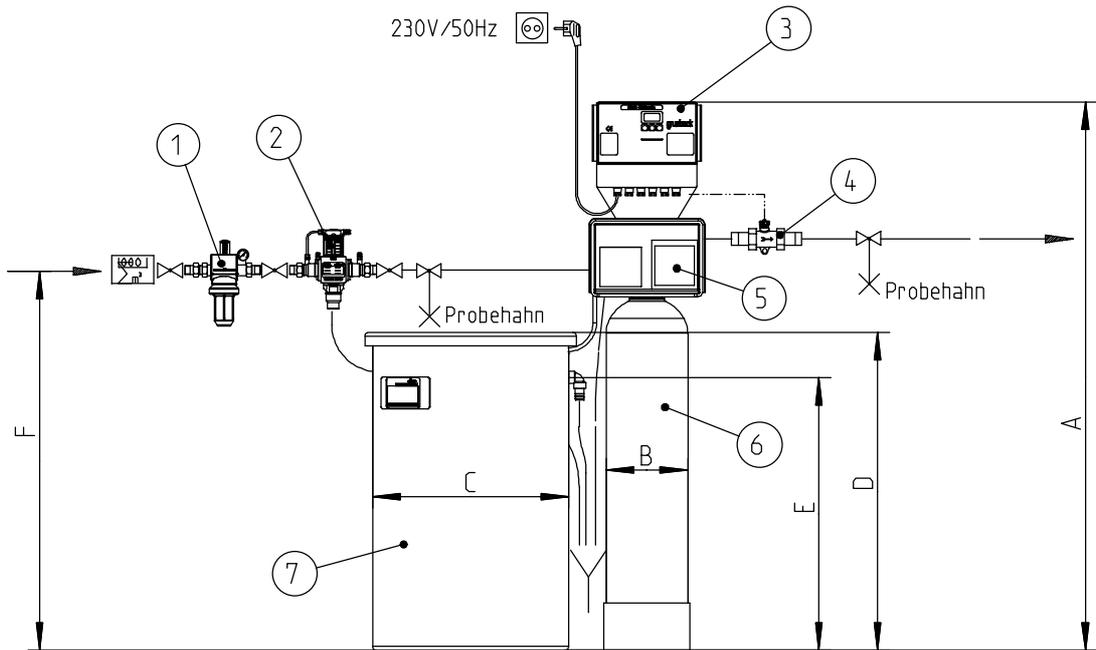

Рис. D-1: (а) Монтажный чертеж установки умягчения GENO-mat®-WF
1. Произвести подключение воды в соответствии с монтажным чертежом (рис. D-1 (a) и (b); страницы D-6, D-7).
Размеры, указанные на рис. D -1 (а); Фрагмент таблицы D-1